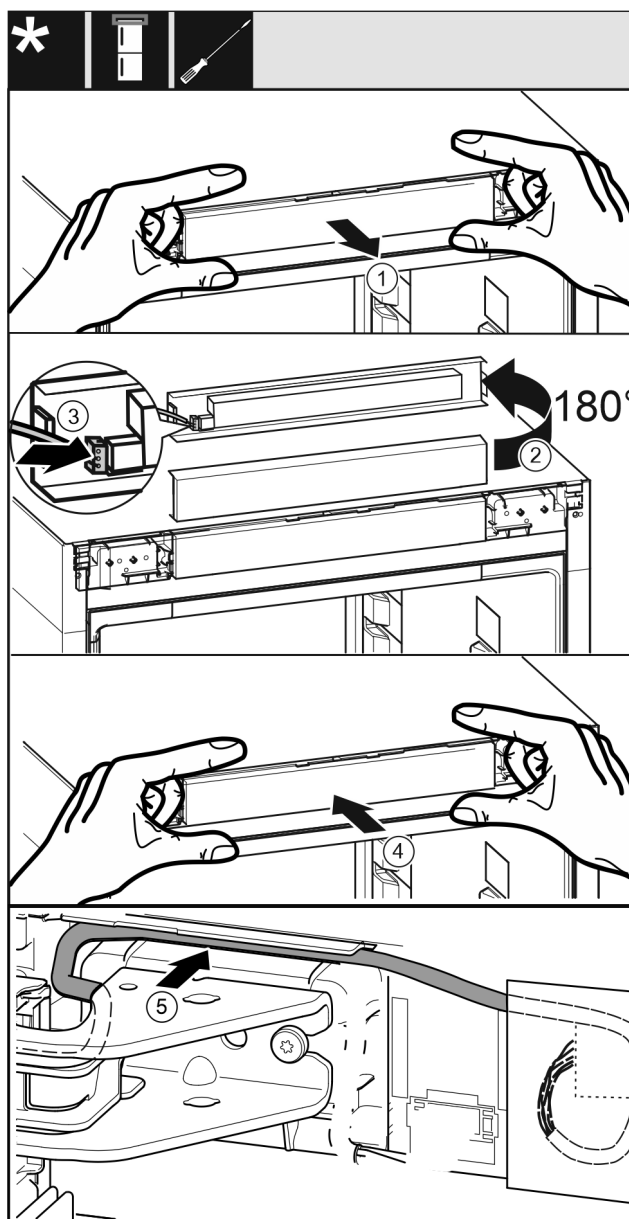

Fig. 53
- ▶ Осторожно извлеките фальшпанель Fig. 53 (1).
- ▶ Поверните фальшпанель Fig. 53 (2) вверх на 180°.
- ▶ Зафиксируйте штекер Fig. 53 (3) на фальшпанели.
- ▶ Снова зафиксируйте фальшпанель Fig. 53 (4) на устройстве.
- ▶ Осторожно проложите кабель Fig. 53 (5) в направляющей над верхним опорным кронштейном.